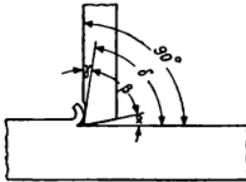

Bild 9 Winkel an der Werkzeugschneide
**Aufgaben:** 9. Fragen Sie Ihren Betreuer, welche Bedeutung die einzelnen Winkel an der Schneide für den Zerspanungsvorgang haben! (Vgl. Bild 9)